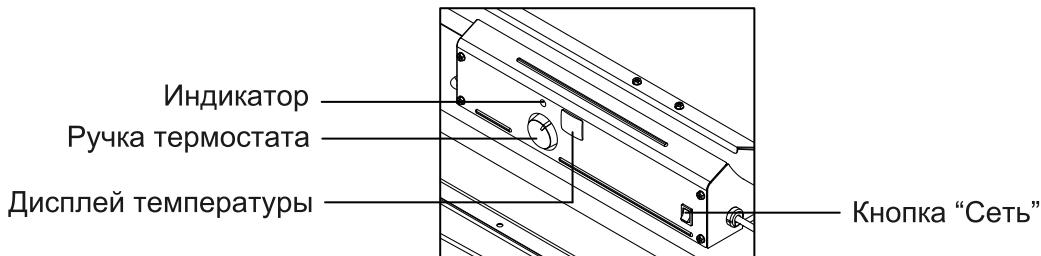

Рис. 6. Пуск нагревателя
5. Пламя в камере сгорания загорится примерно через 10 секунд после запуска вентилятора. Если нагреватель не запускается, установить ручкой терmostата более высокую температуру пуска нагревателя, выключить кнопку «Сеть» (положение ВЫКЛ), затем снова включить ее (положение ВКЛ – Рис. 6). Если пуска не произошло, обратитесь к Разделу 12 «Порядок устранения неисправностей», Стр. 17.